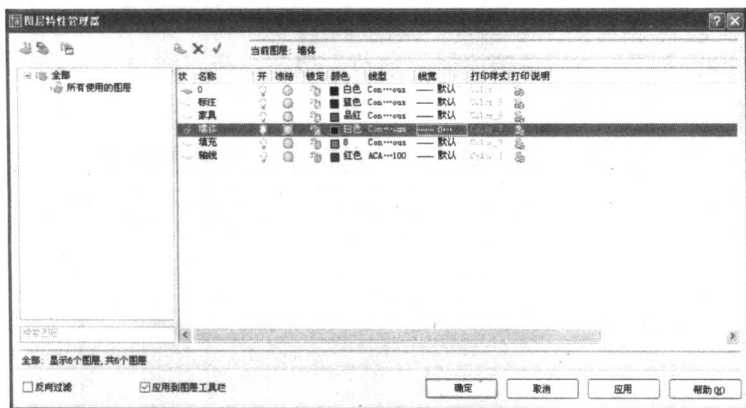

图 1-8 本例主要图层
(7) 用同样的方法设置其他的图层。图 1-8 所示为本书实例所设置的主要图层及相关参数,其他图层可在需要时临时创建。
(8) 完成所有图层的设置后,单击“应用”按钮,再单击“确定”按钮即可。